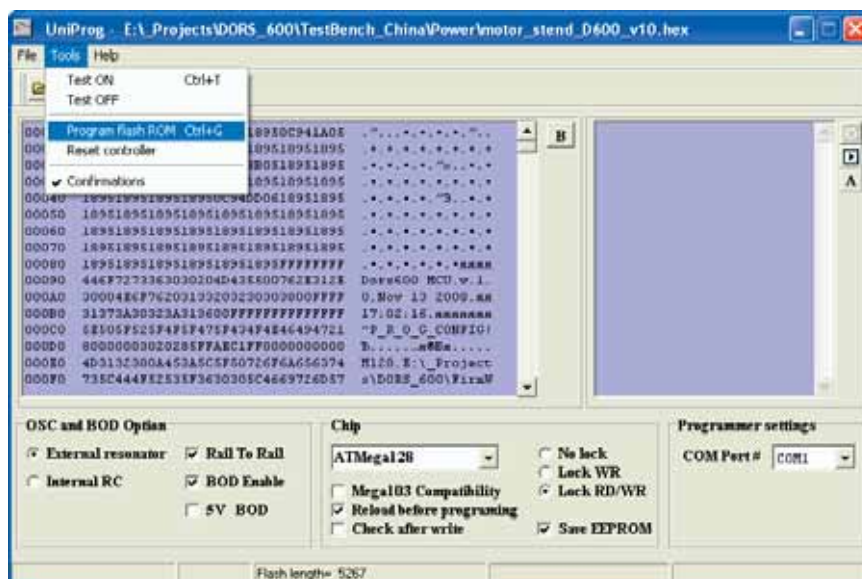

Рис. 59
2.6. В меню выберите Tools->Programm flash ROM (рис.59).